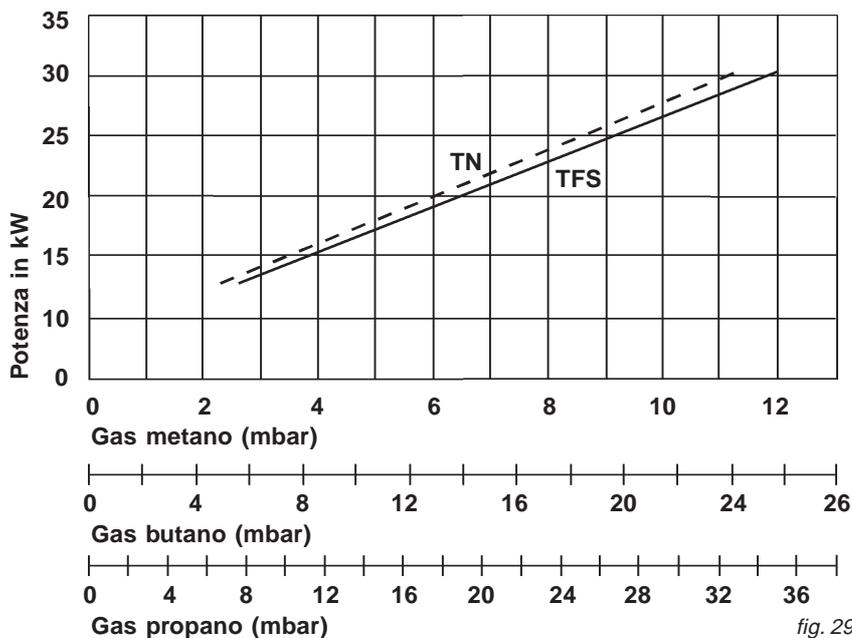

fig. 29
- Verificare il valore di pressione e, tramite il grafico (fig. 29), verificare se la potenza erogata dal generatore è corretta rispetto al fabbisogno dell'installazione;